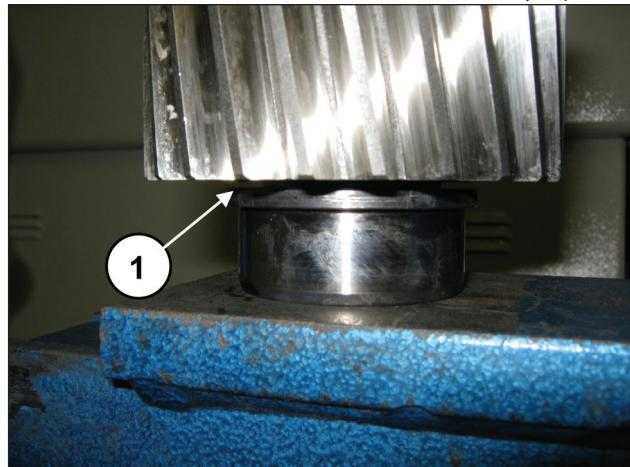

Рис. 82
Предварительно установите на шестерню внутреннее кольцо подшипника 40x90x23 (поз. ①, Рис. 82) до упора.